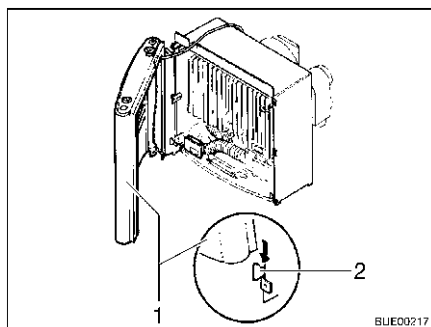

Fig. 116 Copertura del riscaldamento, passanti di sostegno
- Montare la copertura del riscaldamento. Collocare la copertura (Fig. 116,1) sui passanti di sostegno inferiori (Fig. 116,2).